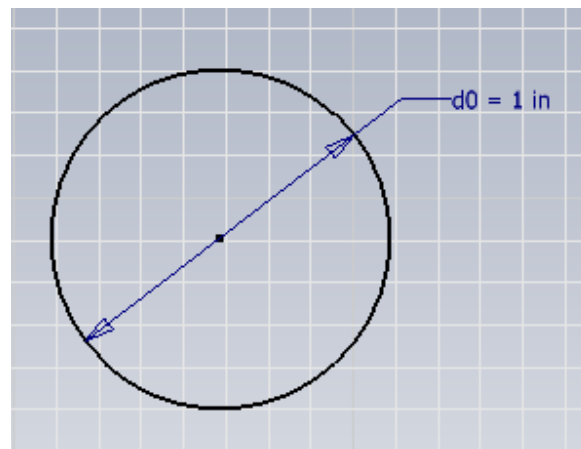

Figura 3.4 Creación de un círculo por centro y un punto del círculo.
- Presione nuevamente el botón izquierdo y termine el comando con ESC, figura 3.4.